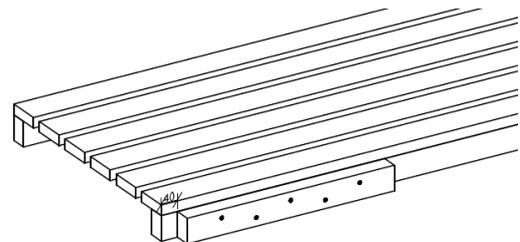

Abbildung 20
2. Auflageleiste aus Abachi für die Winkelliege an der Blockliege befestigen (4,5 x 70 mm) (Abbildung 20).